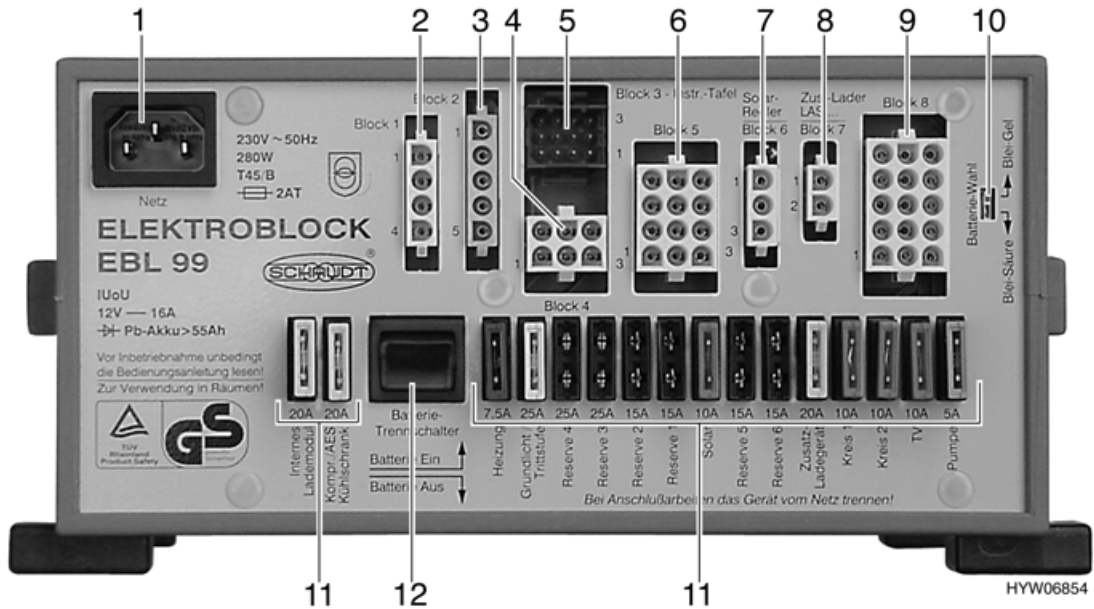
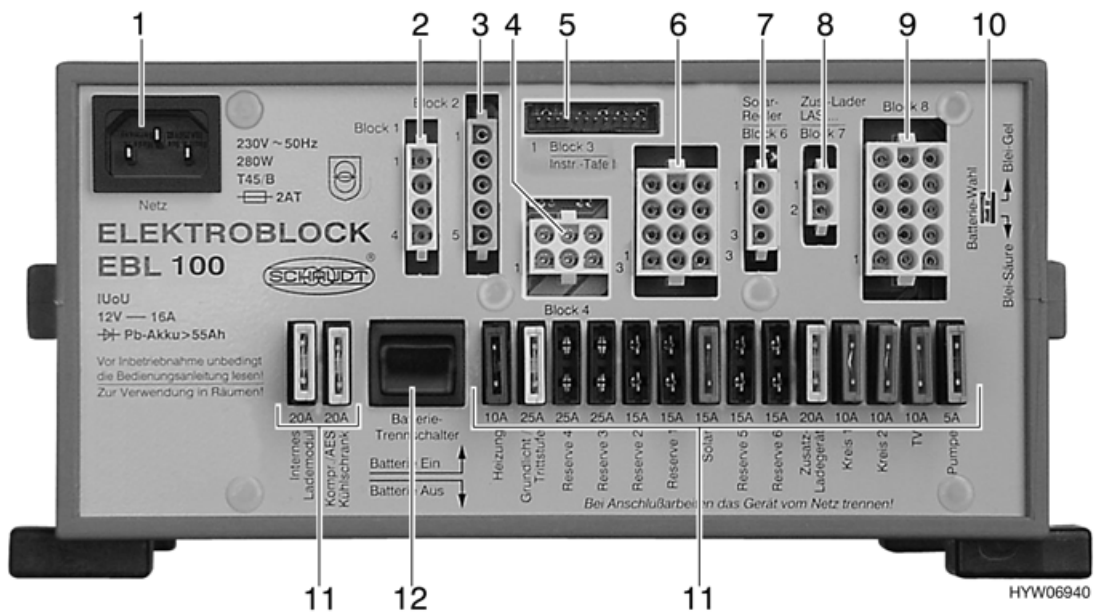

Bild 58 Elektroblock EBL 99 (Camp Classic)
Bild 59 Elektroblock EBL 100 (Camp)
Der Elektrobloc (Bild 58 bzw. Bild 59) ist unter dem Beifahrersitz eingebaut.
Der Batterie-Trennschalter (Bild 58,12 bzw. Bild 59,12) schaltet alle 12-V-Verbraucher des Wohnbereichs aus, auch das Sicherheits-/Ablassventil. Dadurch wird eine langsame Entladung der Wohnraumbatterie vermieden, wenn das Reisemobil über längere Zeit nicht benutzt wird (z. B. vorübergehende Still-Legung).
- ▷ Die werkseitige Einstellung des Batterie-Wahlschalters (Bild 58,10 bzw. Bild 59,10) ("Blei-Gel") nicht verändern.